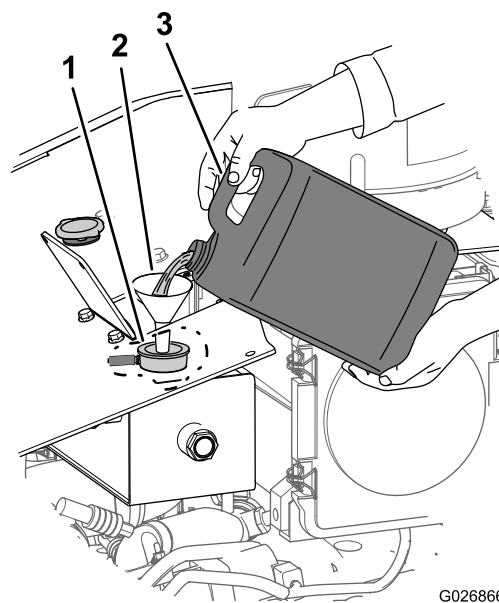

Рисунок 105
2. Залейте в систему охлаждения смесь охлаждающей жидкости указанного типа (Рисунок 105) так, чтобы ее уровень дошел до средней точки указателя (Рисунок 98).